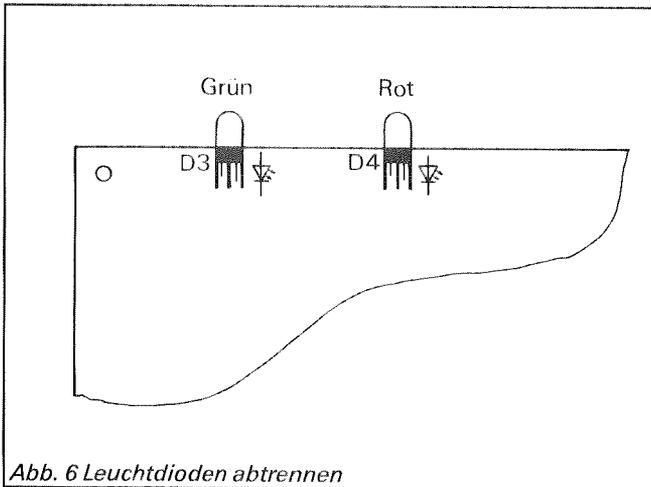

Abb. 6 Leuchtdioden abtrennen
4. Die beiden Leuchtdioden der neuen Leiterplatte „SPR/T“ mit einem kleinen Seitenschneider von der Leiterplatte abtrennen (Abb. 6).